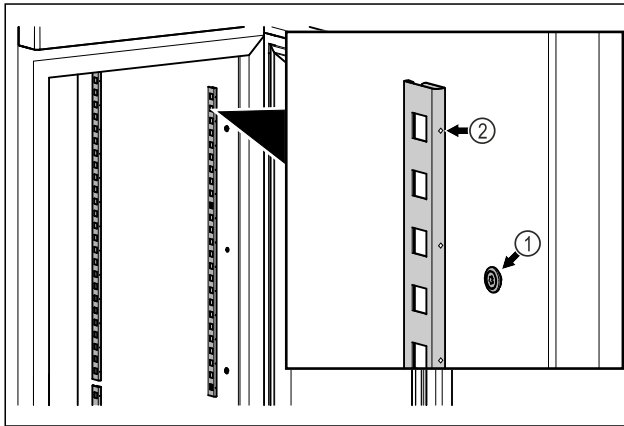

Fig. 79 Shembull ilustrues
- ▶ Futni shiritat e kapjes në vendin e varjes Fig. 79 (1). Shënimi Fig. 79 (2) duhet të jetë i drejtuar nga përpara.